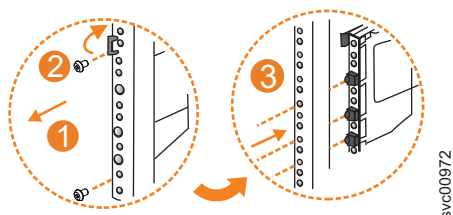

図 132. 前面フレーム・ブラケットからのレール・アセンブリーの取り外し
1. 図 132 に示すように、外部レール・セクションを前面ブラケット・アセンブリーに固定している 2 本のねじを取り外します。
2. 147 ページの図 132 に示すように、レール・セクションを前面ブラケットから引き離して、取り外します。